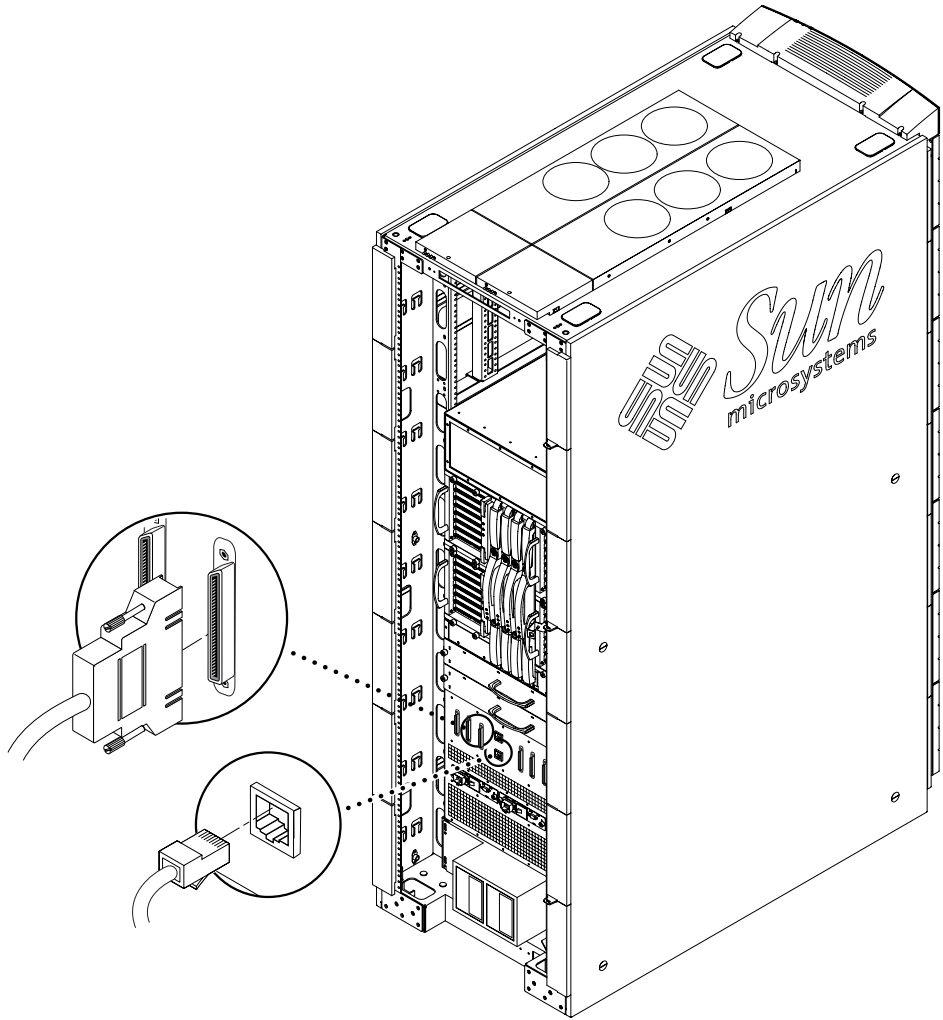

图 2-11 接插板上的主 TTYa 串行端口和主以太网连接
1. 将每根 I/O 缆线的一端连接到 I/O 部件中的相应板卡（图 2-11）。
1. 将串行缆线（TTYa 或空调制解调器）的一端连接到接插板上的主串行端口（图 2-11）。
1. 将 5 类以太网屏蔽缆线的一端连接到接插板上的主 RJ-45 以太网端口（图 2-11）。